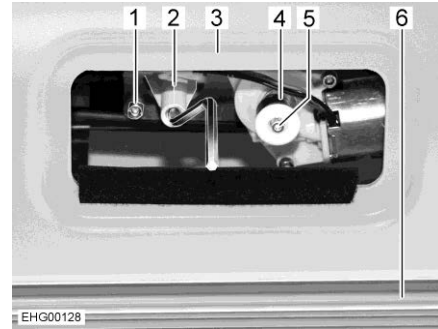

Bild 47 Åtkomst till motorn
- Ta bort den avtagbara panelen ovanför vindrutans beklädnad (Bild 47,3). Motorn (Bild 47,1) är åtkomlig.
- Avlägsna plasthöljet (Bild 47,4).
- Tryck på den vita låsknappen (Bild 47,5) och håll den intryckt.
- Sätt veven i vevhållaren (Bild 47,2).
- För plisségardinen (Bild 47,6) upp eller ner med veven.
- När båda listerna har rört sig utanför synfältet: Dra ut låsknappen (Bild 47,5) igen.